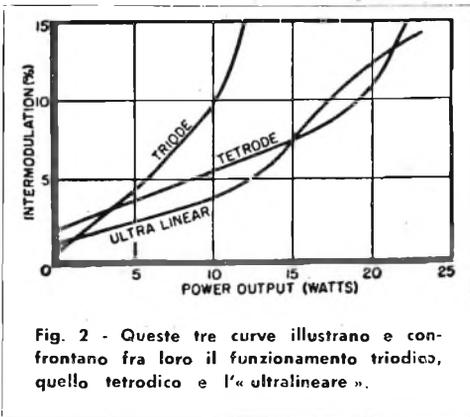

Fig. 2 - Queste tre curve illustrano e confrontano fra loro il funzionamento triodico, quello tetrodico e l'« ultralineare ».
Il circuiti d'impiego tipici per i transistor del tipo «p-n-p» sono illustrati in fig. 2. Possono venire usati circuiti con emettitore, base o collettore a massa.
Fig. 2 - In (A) si ha la rappresentazione grafica del transistor. In (B), (C) e (D) quattro circuiti tipici, rispettivamente con «base» a massa, con «emettitore» a massa e con «collettore» a massa.
Se all'uscita del preamplificatore deve venire collegata una linea lunga, in luogo della resistenza di carico, verrà impiegato un trasformatore da 20.000/600 ohm di impedenza (fig. 2 B). In fig. 2 C è illustrato un amplificatore a due stadi nel quale viene impiegato un trasformatore di accoppiamento in discesa. E' possibile ricorrere anche all'accoppiamento a resistenza e capacità (con una perdita del guadagno di circa 6 db), ma date le basse impedenze in gioco i condensatori di accoppiamento dovranno avere una assai elevata capacità.
Questo punto è caratterizzato da alcuni altri vantaggi: viene mantenuta l'elevata efficienza e sensibilità dei tetrodi, mentre nello stesso tempo si ha la bassa resistenza interna caratteristica dei triodi. La fig. 2 confronta la distorsione per intermodulazione di uno stadio in controfase senza controeazione per triodi, per tetrodi e per il circuito « ultralineare ». Queste curve mostrano che i triodi non sono in grado di sopportare potenza, mentre che i tetrodi sono affetti da una relativamente alta distorsione in corrispondenza delle più basse potenze d'uscita. Il circuito ultralineare costituisce un miglioramento su entrambe queste soluzioni. A parità di altre